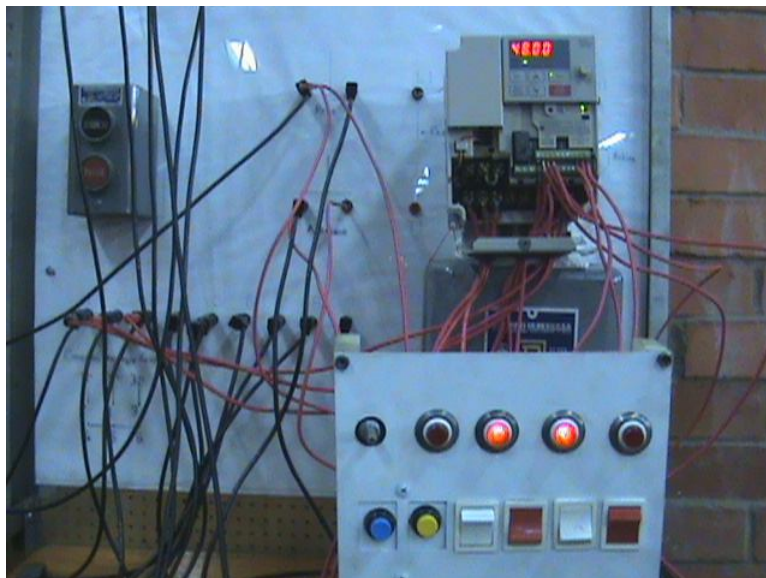

Figura 5.22.8 Velocidad 6 activada.
La figura 5.22.8 nos muestra la velocidad número 6 que se llamó con la combinación de interruptores para formar el número 6 binario (110) y la frecuencia de referencia correspondiente.